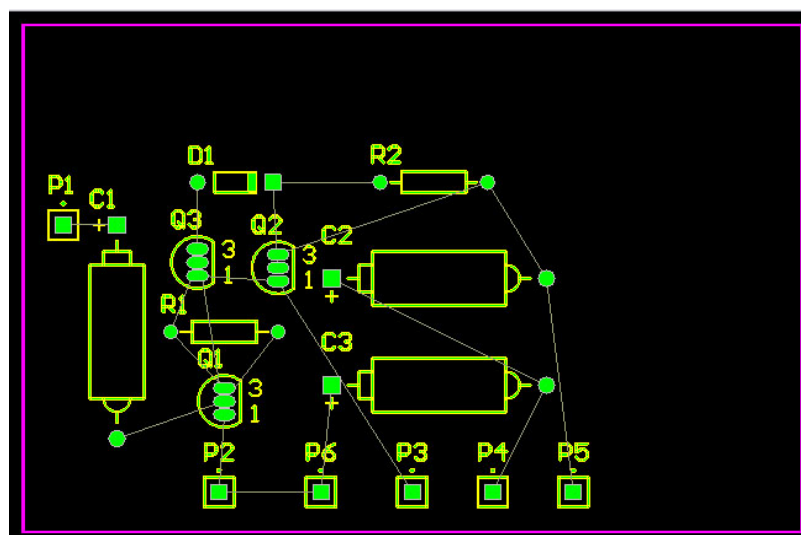

Рисунок 10
2) Розмістити інші елементи на платі з урахуванням з'єднань. При переміщенні компонента з'єднання автоматично перерозподіляються оптимальним чином. Для повороту компонента на 90° проти годинникової стрілки необхідно натиснути Пропуск під час перетягання компонентів. Це дає можливість знаходити найбільш вдале положення і орієнтацію компонентів. Плата зі встановленими елементами матиме вигляд, як показано на рис. 10.